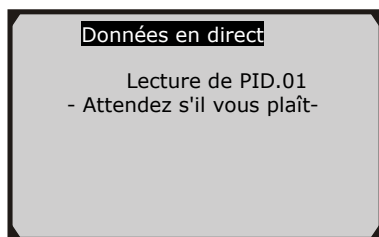

Figure 5.11
- 2) Attendez quelques secondes pendant que l'outil d'analyse valide la CARTE PID. (Figure 5.11)